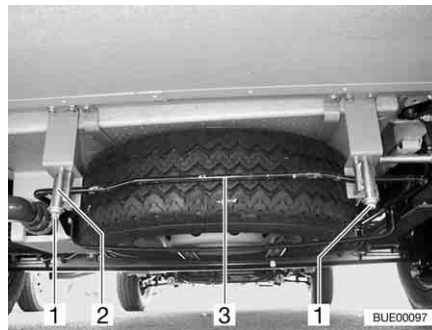

Bild 280 Reservhjulshållare
- Lossa muttrarna (Bild 280,1) lite på vänster och höger krok (Bild 280,2) på reservhjulshållaren.
- Tryck bygel (Bild 280,3) lite uppåt. Dra samtidigt kroken nedåt och lossa bygel.